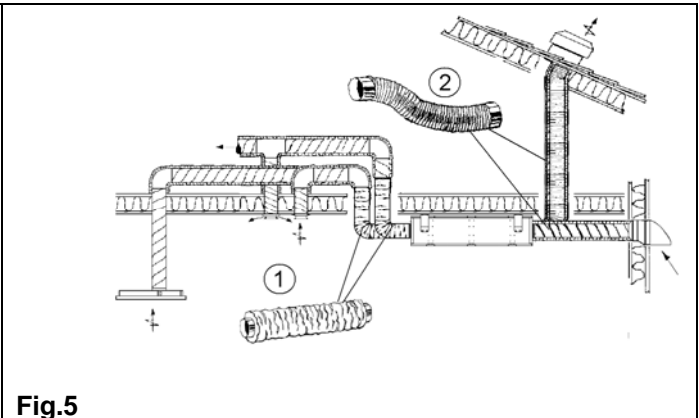

Fig.5
För att undvika fläktljud till rummen används ljuddämpare (pos.1, **fig.5**) på aggregatets till- och frånluftstosar (längd = ca 1,0 m per styck).
Flexibla kanaler (pos.2, **fig.5**) kan användas vid övergången mellan kanalsystemet och takhuv/uteluftsingag. Alternativt kan flexibla ljutfällor användas vid korta kanaldragningar till det fria. Krav är dock att inte ljudet bör bli högre utomhus.